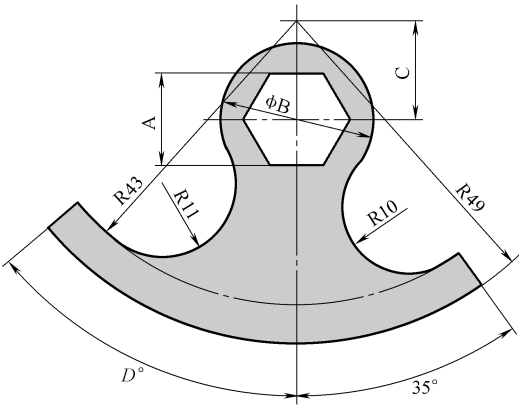

图 A-19 练习题 19
19. 参照图 A-19 绘制图形, 注意其中圆弧的相切、同心等几何关系。请问图